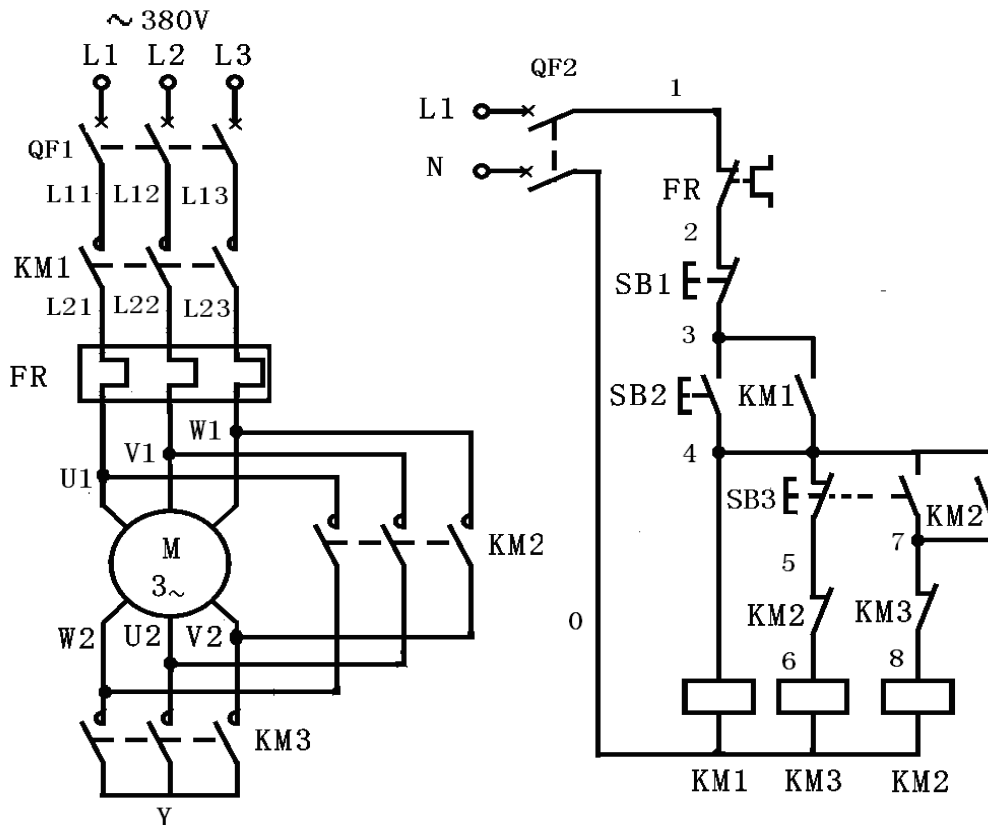

图 2（难度系数 1 举例）
1. 安装电机控制线路如图 2 所示，要求及评分如下表所示（100 分）。